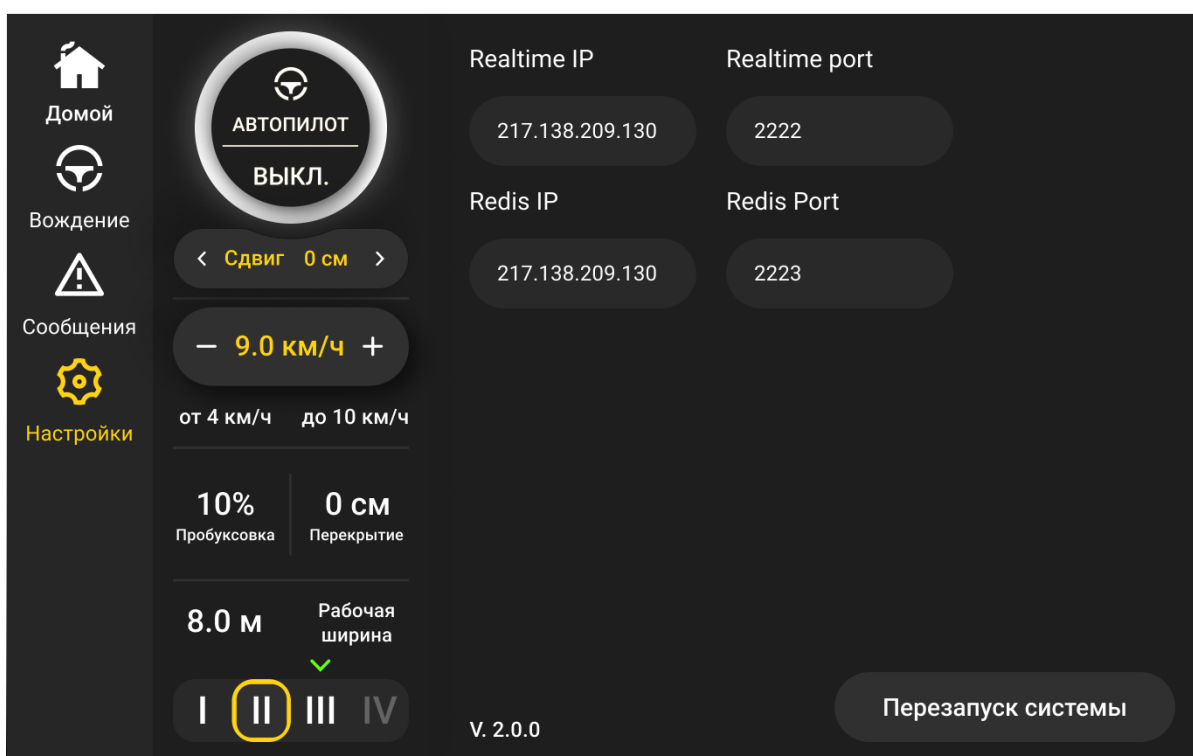

Рисунок 20 – Экран перезапуска системы
2) на открывшемся экране настройки нажмите на кнопку **ПЕРЕЗАПУСК СИСТЕМЫ** (см. рисунок 20). Программное обеспечение будет перезагружено.